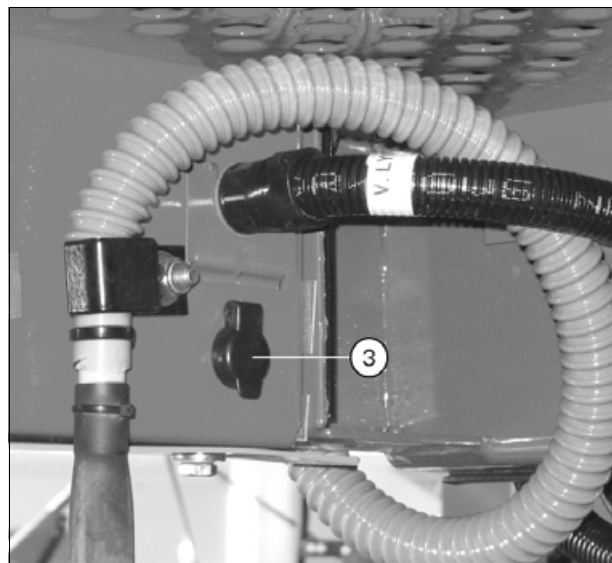

Рис. 5.
- В корпусе левой лампы (3) рис. 5.